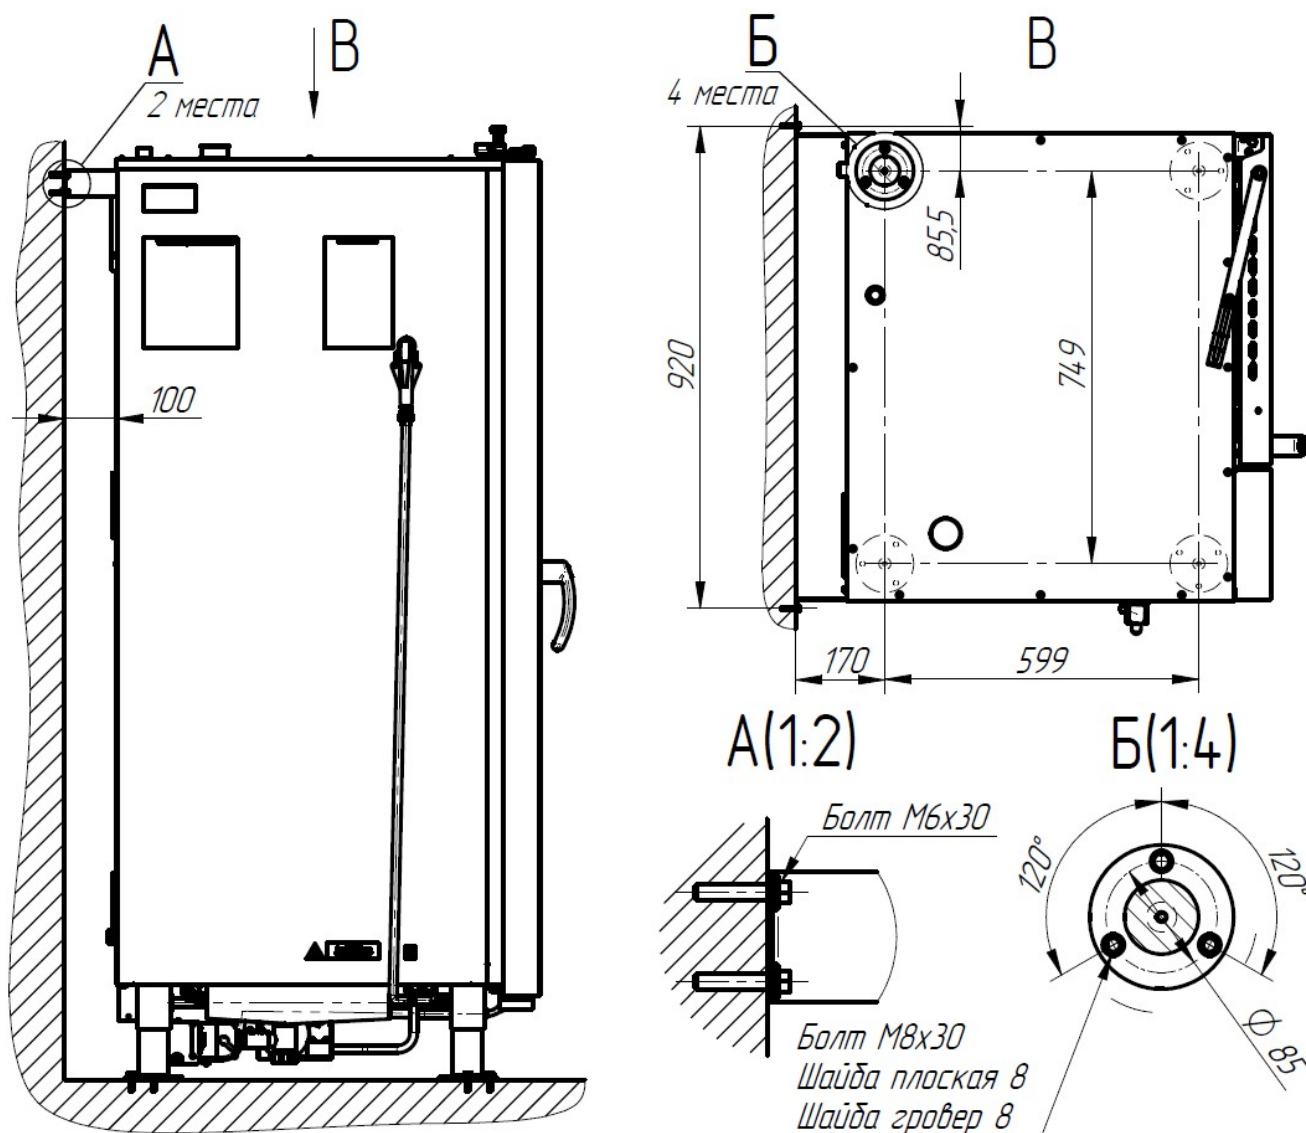

Рис. 5 Крепление пароконвектомата к стене и полу.
- возможность крепления пароконвектомата к полу и стене согласно рис. 5 (предварительно выставить пароконвектомат в вертикальное положение при помощи регулировочных ножек).